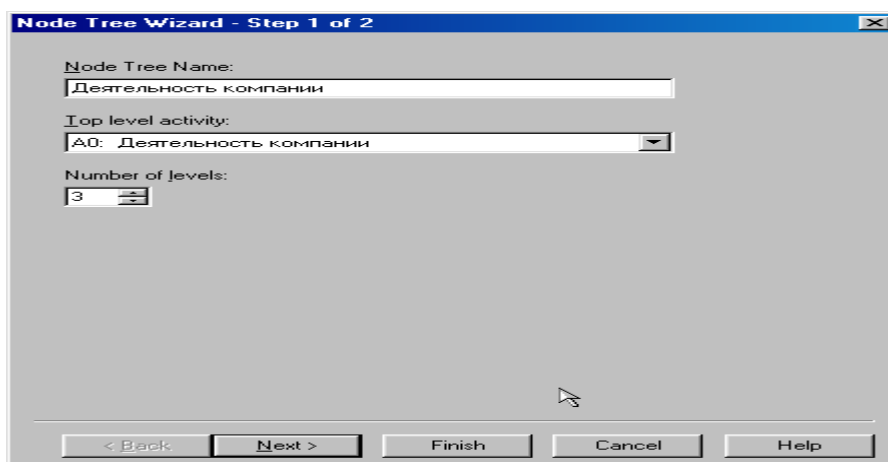

Рисунок 1.28 – Первое диалоговое окно гида **Node Tree Wizard**
2. В первом диалоговом окне гида **Node Tree Wizard** внесите имя диаграммы, укажите диаграмму корня дерева и количество уровней (рисунок 1.28).